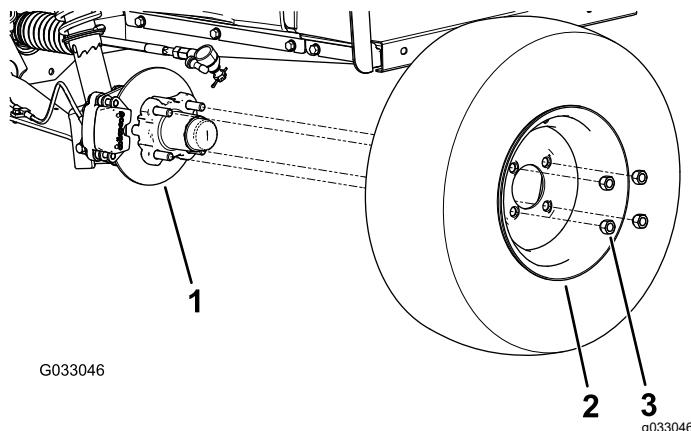

Рисунок 28
2. Отверните 4 зажимные гайки, которые крепят каждое колесо к ступице (Рисунок 28).
- Совместите отверстия в колесе со шпильками в ступице и установите колесо на ступицу так, чтобы вентиль шины был направлен наружу (Рисунок 28).
- Закрепите колесо на ступице с помощью зажимных гаек (Рисунок 28).